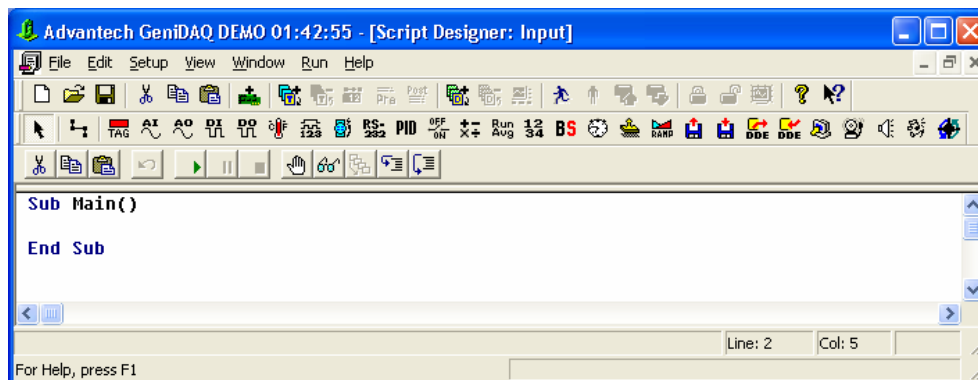
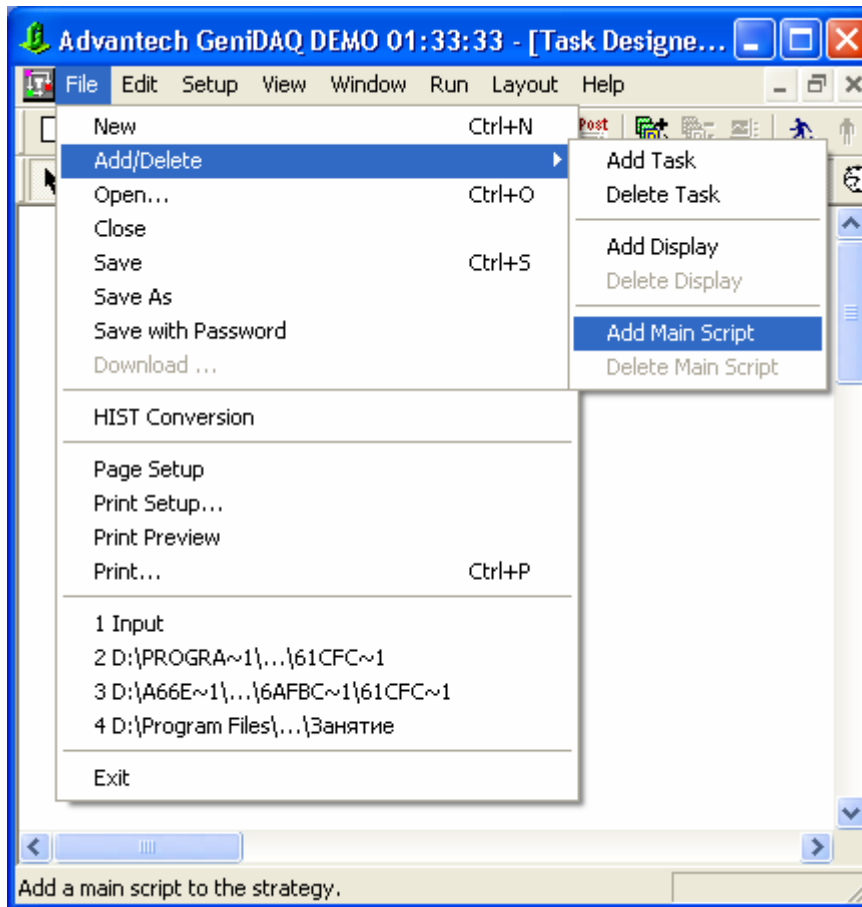

Рис. 4.74. Вид ИСР главной процедуры
Рис. 4.75. Включение главной процедуры в программный проект приложения
- *Главная процедура* (главный сценарий, Main Script) программного проекта приложения, будучи включенной в программный проект, осуществляет управление исполнением всего приложения один раз при его запуске. Вид ИСР главной процедуры показан на рис. 4.74. Для включения в программный проект приложения главной процедуры достаточно выполнить в главном окне SCADA-системы команду **File | Add/Delete | Add Main Script** (рис. 4.75). Исключение из программного проекта приложения главной процедуры выполняется командой **File | Add/Delete | Delete Main Script** (см. рис. 4.75). Главная процедура может быть применена для выполнения таких операций, как запуск, останов задач приложения и т.п. Главная процедура является необязательным элементом программного проекта приложения.